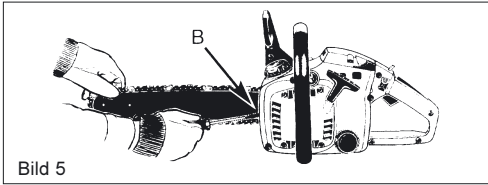

Bild 5
Sägekette spannen (Bild 5)
1. Die Kette ist richtig gespannt, wenn sie an der Schienenunterseite nicht durchhängt und sich mit der behandschuhten Hand ganz herumziehen lässt. Halten Sie die Schiene an der Spitze fest (siehe Bild 5).